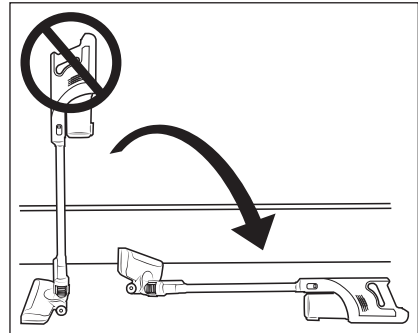

Abb. 9
- Die Saugöffnungen des Gerätes und der Bodenbürste ②① und das Saugrohr ②③ müssen jederzeit frei sein und dürfen nicht verstopft werden. Verstopfungen führen zu Überhitzung und Beschädigung des Motors.
- Achten Sie darauf, dass der EPA-Filter ⑤ immer eingesetzt ist, bevor Sie das Gerät verwenden.
- Versuchen Sie nicht den Staubsauger aufrecht hinzustellen, wenn Sie ihn zwischenzeitlich abstellen oder aus der Hand legen wollen. Setzen Sie den Staubsauger dafür in die Wandhalterung ⑬ oder legen Sie ihn auf den Boden (siehe Abb. 9 und 10). Der Staubsauger kann ansonsten aufgrund seines hohen Schwerpunkts umkippen und beschädigt werden und unter Umständen beim Umkippen weitere Gegenstände beschädigen.